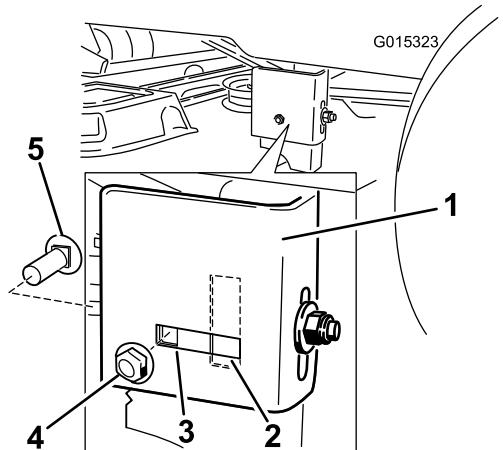

Figure 50
- Si le boulon de carrosserie latéral est à la position fixe, retirez-le ainsi que l'écrou de blocage latéral de cette position et placez les dans l'emplacement de réglage allongé (Figure 50).